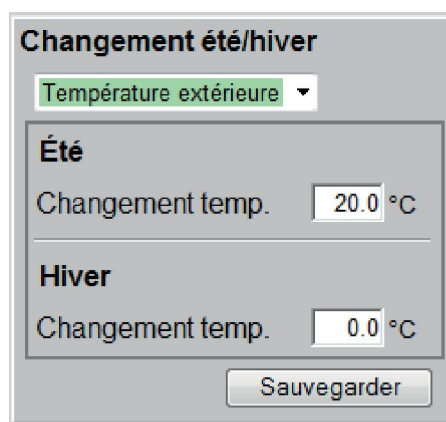

Fig. 33 : Température extérieure
3. En cas de sélection du type de régulation « *Température extérieure* », configurer les températures du passage à l'été et à l'hiver (Fig. 33).